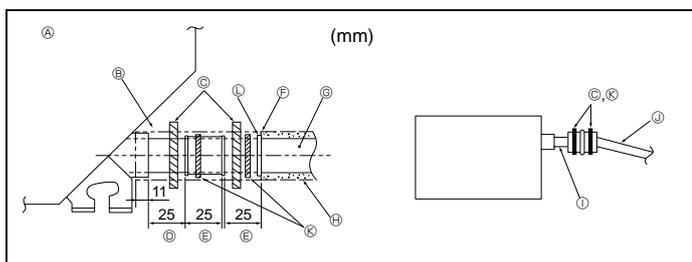

Fig. 3-5
1. Die Abblaßmuffe (mit der Anlage geliefert) an den Dränageauslaß anschließen. (Fig. 3-5) (Das Rohr mit PVC-Kleber ankleben und dann mit einem Band sichern.)